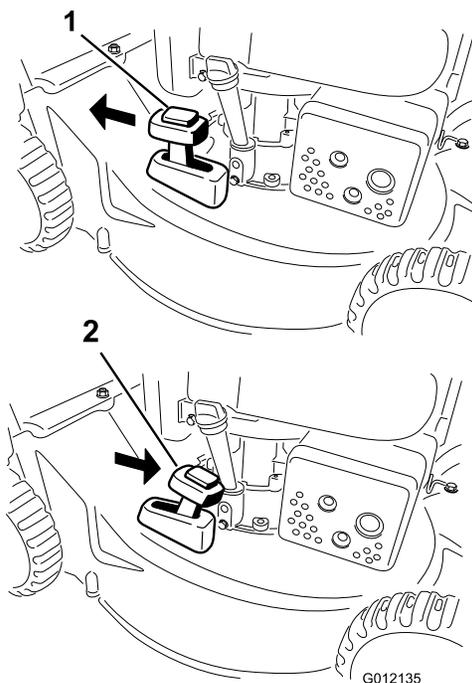

Figura 15
2. Pulse el botón situado en la palanca de Reciclado/ensacado y mueva la palanca al modo de **reciclado** (modelo 20836 solamente) (Figura 15).
2. Para ensacar los recortes de hierba, instale la bolsa de recortes (consulte Instalación de la bolsa de recortes). Pulse el botón situado encima de la palanca de Reciclado/ensacado y mueva la palanca al modo de **ensacado** (modelo 20836 solamente) (Figura 15).
**Nota:** La palanca de reciclado/ensacado debe estar en el modo de **ensacado** (Figura 15).